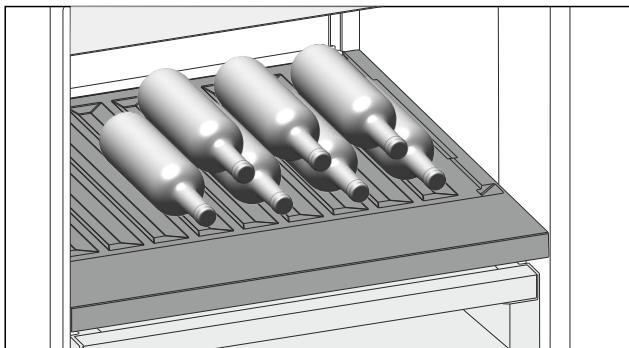

Fig. 124
- Legg inn flaskene med bunnen bakover mot bakveggen. (se Fig. 124)